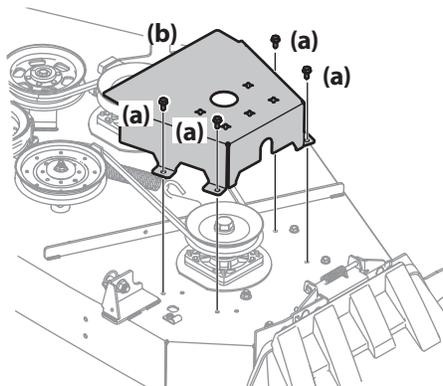

Figure 4-14
2. Retirez les boulons hexagonaux (a) qui fixent les couvercles de courroie (b) au plateau de coupe. Voir Figure 4-14.
3. Pour retirer les deux poulies de tension, (a) et (b), enlevez les boulons hexagonaux à bride (c) et les écrous autobloquants à bride (d) qui les fixent au plateau de coupe et au bras de renvoi (e). Voir Figure 4-14. Prenez soin de ne pas perdre les pièces de quincaillerie (capuchons de poulie (f), rondelles, garde-courroies (g) lorsque vous retirez le boulon hexagonal (c) et l'écrou autobloquant à bride (d).
5. Placez la courroie neuve autour des poulies de fusée et remplacez les couvercles de courroie (b). Voir Figure 4-14.